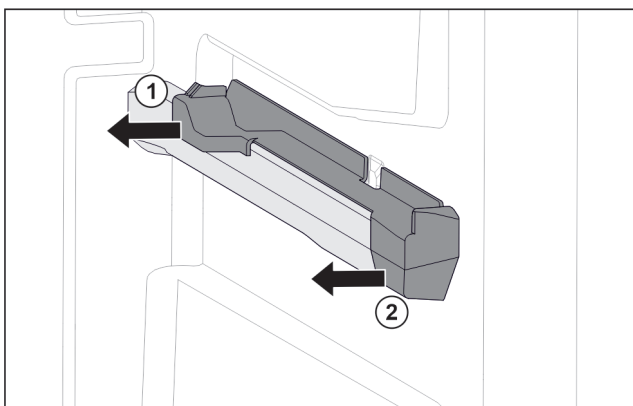

Fig. 149 右侧容器肋梁上的插装件
- ▶ 将插装件后部拉到一侧。Fig. 149 (1)
- ▶ 将插装件前部拉到一侧。Fig. 149 (2)